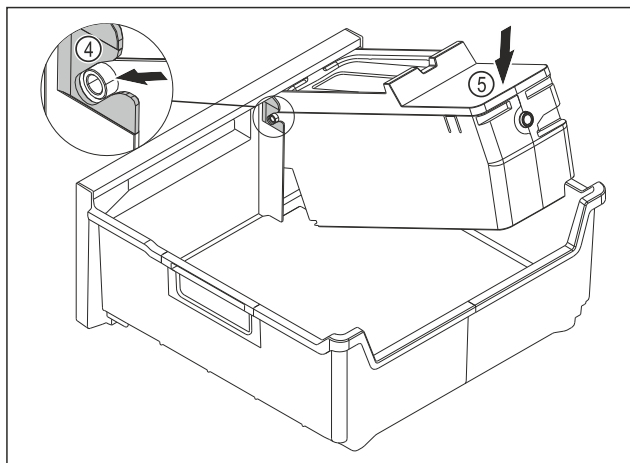

Fig. 80
- ▶ Монтаж на корпуса на EasyTwist-Ice: Вкарайте осите на корпуса на EasyTwist-Ice във водачите Fig. 80 (4).
- ▶ Натиснете надолу корпуса на EasyTwist-Ice Fig. 80 (5) отзад.